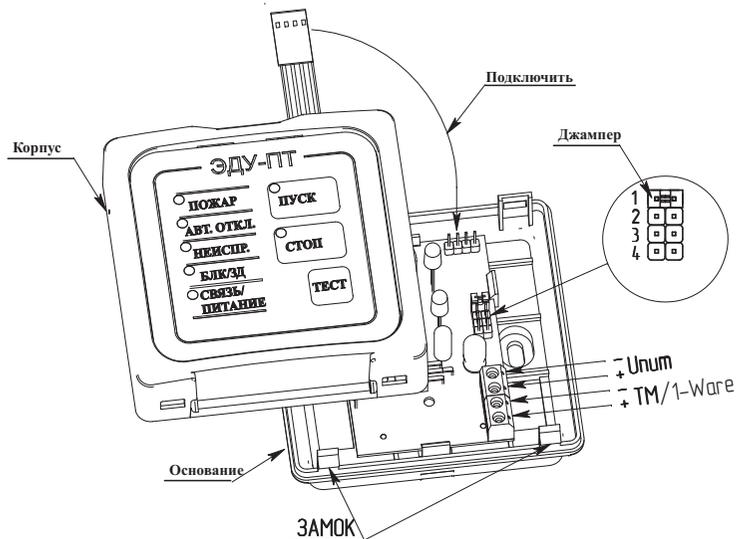

Рисунок 1
**ВНИМАНИЕ!** ПРИ СНЯТИИ КОРПУСА АККУРАТНО ОТСОЕДИНИТЬ ШЛЕЙФ ОТ РАЗЪЕМА (СМ. РИСУНОК 1)